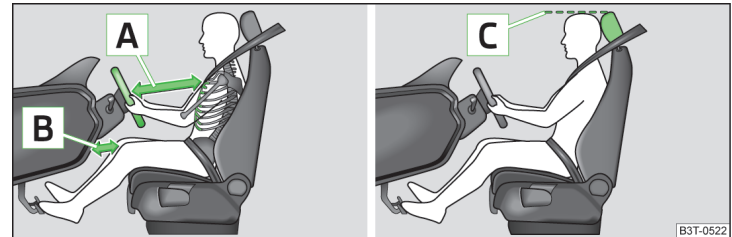

Abb. 1 Richtige Sitzposition des Fahrers / Richtig eingestellte Kopfstütze
- ✓ Bei Fahrzeugen mit Fahrer-Knieairbag den Fahrersitz in Längsrichtung so einstellen, dass der Abstand [B] » Abb. 1 der Beine zur Schalttafel im Bereich des Knieairbags mindestens 10 cm beträgt.
- ✓ Das Lenkrad so einstellen, dass der Abstand [A] zwischen Lenkrad und Brustbein mindestens 25 cm beträgt » Abb. 1. Lenkrad einstellen » Seite 8, Lenkradposition einstellen.
- ✓ Die Kopfstütze so einstellen, dass die Oberkante der Kopfstütze sich möglichst auf einer Höhe mit dem oberen Teil Ihres Kopfes befindet **[C]** » Abb. 1.
- ✓ Die Kopfstütze so einstellen, dass die Oberkante der Kopfstütze sich möglichst auf einer Höhe mit dem oberen Teil Ihres Kopfes befindet **[C]** » Abb. 1 auf Seite 7.
- ✓ Die Kopfstütze so einstellen, dass die Oberkante der Kopfstütze sich möglichst auf einer Höhe mit dem oberen Teil des Kopfes befindet [\[C\]](#) » Abb. 1 auf Seite 7.